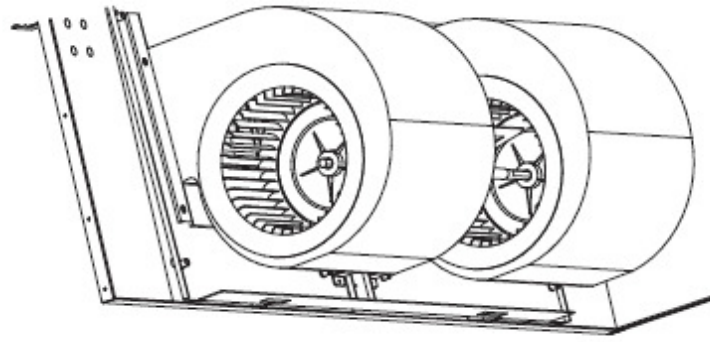

Fig.9-8
- 2) Tineti partea inferioara a ansamblului, apoi impingeti-l in sus de-a lungul sinelor de ghidare. (Fig.9-8)